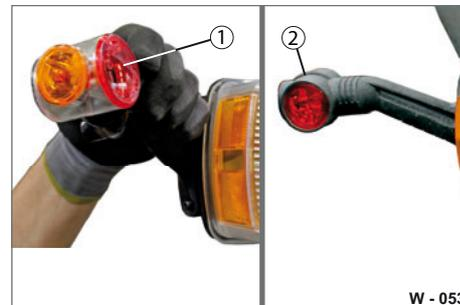

Abb. 52 Gummiarm aufstülpen
- ▶ Schrauben Sie den Leuchtkörper (Abb. 52/1) mit der Verschraubung (Abb. 50/3) auf. Achten Sie, dass die Dichtung richtig sitzt.
- ▶ Stülpen Sie den Gummiarm (Abb. 52/2) über den Leuchtkörper.